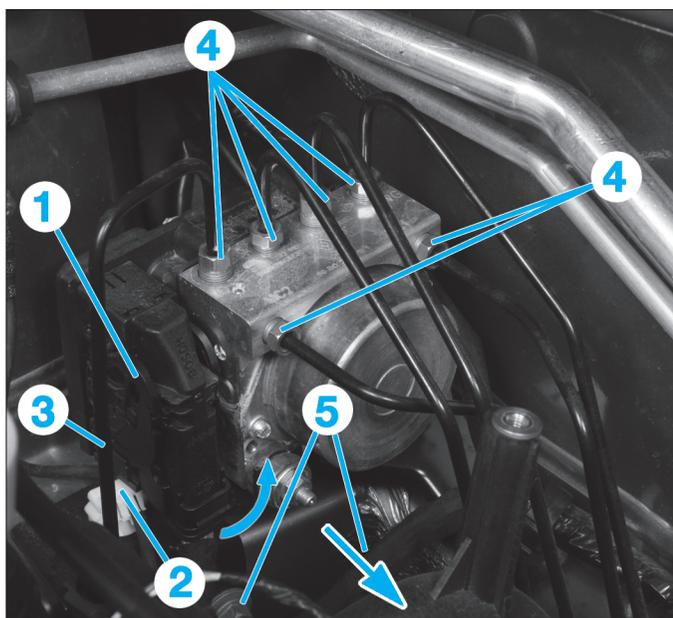

Fig. 24
- Débrancher le connecteur (1) du groupe hydraulique en levant le levier (Fig.24).
- le câble (2) du support de groupe hydraulique,
- le tuyau rigide de frein (3).
- les raccords des canalisations sur le groupe hydraulique (4),
- les vis de fixation (5) du groupe hydraulique.